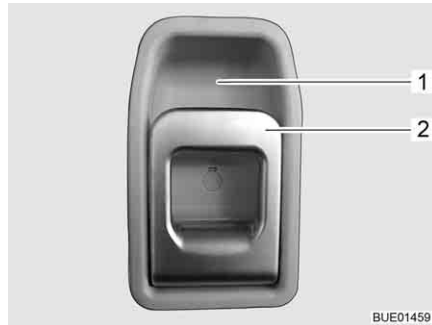

Fig. 45 Serrure de la porte cellule, à l'intérieur
- Tirer sur la poignée (Fig. 45,2). La serrure de la porte est déverrouillée.
- Appuyer sur la poignée (Fig. 45,2) en haut en direction de l'évidement (Fig. 45,1) dans lequel elle repose.